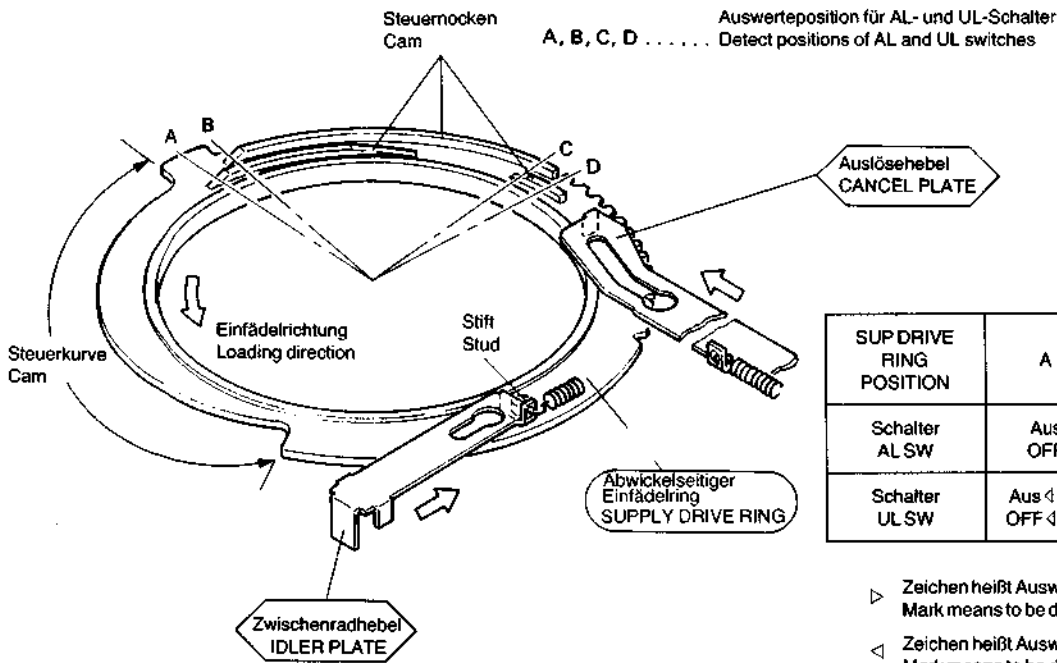
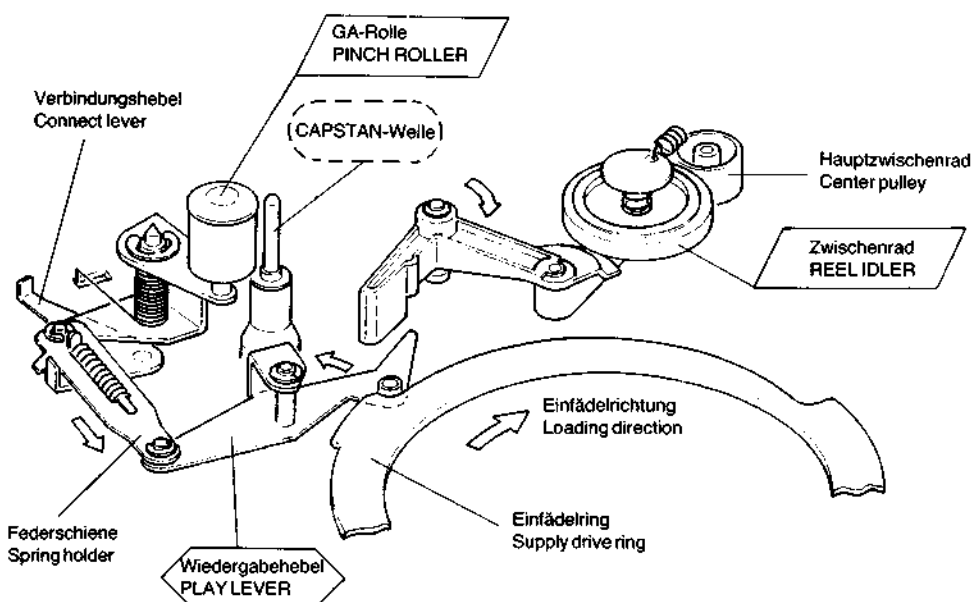

Fig. 2-4 Fädelering Funktion (Unteransicht)
Fig. 2-6
As shown in Fig. 2-4, the lower drive ring (supply drive ring) is specially constructed to directly control the AL switch, UL switch, idler plate, play lever and cancel plate on the main deck by its own rotation.
The idler plate controls the reel idler between positions A and B of the supply drive ring. At position A, as shown in Fig. 2-4, the stud of the supply drive ring pushes the idler plate. When the supply drive ring rotates in the loading direction, the idler plate is pulled by the spring force in the direction of the arrow. At the same time, on the main deck, as shown in Fig. 2-5, the reel idler is freed from the idler plate, and rotates counterclockwise under the action of the torsion spring, thereby coming into contact with the center pulley.
Wie aus Fig. 2-4 hervorgeht, ist der untere Einfädelering (abwickelseitiger Einfädelering) konstruktiv so aufgebaut, daß er bei seiner Drehung den „Nach Einfädeln“ (AL)-Schalter, den „Entlade“ (UL)-Schalter, den Zwischenradhebel, den Wiedergabehebel und den Auslösehebel auf dem Hauptchassis direkt steuert.
Zwischen den Stellungen A und B des abwickelseitigen Einfädelerings wird über den Zwischenradhebel das Wickelzwischenrad gesteuert. Wie aus Fig. 2-4 hervorgeht, drückt der Stift auf dem Einfädelering, wenn dieser in Stellung A steht, gegen den Zwischenradhebel. Wenn der Einfädelering in Einfädelerichtung dreht, wird der Zwischenradhebel durch Federkraft in Pfeilrichtung gezogen. Wie aus Fig. 2-5 hervorgeht, wird gleichzeitig auf dem Hauptchassis das Zwischenrad von dem Zwischenradhebel freigegeben; das Zwischenrad dreht sich mit Hilfe der Drehfeder entgegen dem Uhrzeigersinn und kommt dadurch in Kontakt mit dem Hauptzwischenrad.
Zwischen den Stellungen C und D des abwickelseitigen Einfädelringes wird über den Wiedergabehebel die GA-Rolle, das Aufwickelzwischenrad, die Aufwickelbandzugbremse und das Wickelzwischenrad gesteuert. Aus der Fig. 2-4 geht hervor, daß ein Teil des Umfanges des abwickelseitigen Einfädelringes in Form einer Steuerkurve ausgeführt ist. Fig. 2-6 zeigt den Zustand der Mechanik, wie er sich bei der Stellung C des Einfädelringes ergibt. Wenn der Einfädelring weiter in Einfädelrichtung dreht, wird der Wiedergabehebel in Pfeilrichtung gedrückt und dreht sich somit links herum. Dann drückt der Wiedergabehebel gegen den Zwischenradhebel und trennt das Zwischenrad vom Hauptzwischenrad. Gleichzeitig zieht der Wiedergabehebel die Federschiene in Pfeilrichtung und damit wird die GA-Rolle gegen die Capstanwelle gedrückt.
The play lever controls the pinch roller, take-up idler, take-up back tension brake and reel idler between positions C and D of the supply drive ring. As illustrated in Fig. 2-4, part of the circumference of the supply drive ring is in the form of a cam. Fig. 2-6 shows the situation corresponding to position C of the supply drive ring.
Zwischen den Stellungen C und D des abwickelseitigen Einfädelringes wird über den Auslösehebel der Fühlhebel und die Abwickelbandzug-Bremse gesteuert. Wie in Fig. 2-4 dargestellt, bewegt sich der Auslösehebel in Pfeilrichtung, angestoßen von dem Stift auf dem Einfädelring, wenn dieser in Einfädelrichtung dreht. Wie in Fig. 2-8 dargestellt, wirken gleichzeitig die zwei Stifte auf dem Auslösehebel auf die Abwickelbandzugbremse und den Ausgleichshebel. Da der eine Stift auf dem Auslösehebel gegen die Abwickelbandzugbremse drückt, wird diese von dem Abwickel-spulenteller abgehoben. Wenn der Ausgleichshebel entgegen dem Uhrzeigersinn dreht, wird auch der Fühlhebel durch Federkraft entgegen dem Uhrzeigersinn gedreht. Dadurch wird das Bremsband an den Abwickel-spulenteller angelegt und der Bandrückzug für das Band erzeugt.
The cancel plate controls the tension arm and supply back tension brake between positions C and D of the supply drive ring. As shown in Fig. 2-4, the cancel plate moves in the direction of the arrow being pushed by the stud on the supply drive ring when it rotates in the loading direction.